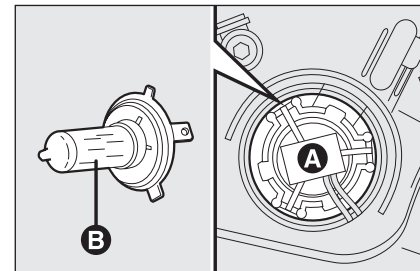

fig. 17
- prima o conector eléctrico central **A-fig. 17** e retire o conjunto;